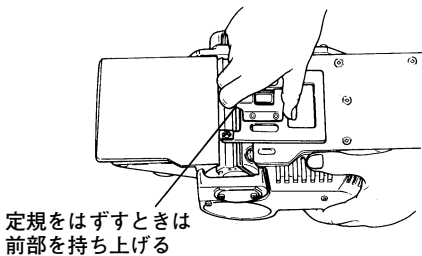

図 17
- (8) 刃高調整定規の後部を支点にして、前部を持ち上げ、定規を後部ベースからはずします。(図17)